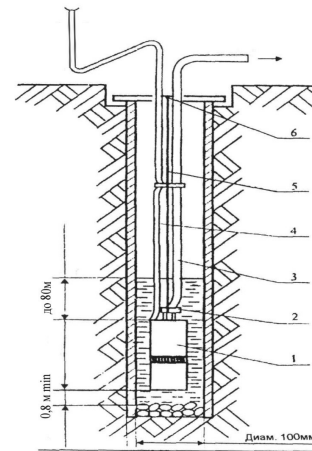

Рис. 4
- Опустить электронасос в воду в соответствии с рекомендациями, указанными в разд Рис. 3 астоящего руководства, и закрепить трос над скважиной, колодцем и т.п. (см. рис.4).